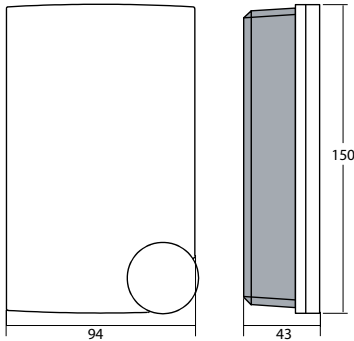

Abb. 1
Versorgungsspannung: 200...250 V AC, 50...60 Hz, Anschluss an Klemmenblock J3, Klemmen 13 und 14 (Abb. 1).
Die Last wird zwischen die Klemmen 15 und 16 im Klemmenblock J3 (siehe Abb. 1) angeschlossen.
- 1: 230 V AC Heizen (Abb. 1).
- 2: 230 V AC Heizen (Abb. 1).
- 3: 230 V AC Heizen (Abb. 1).